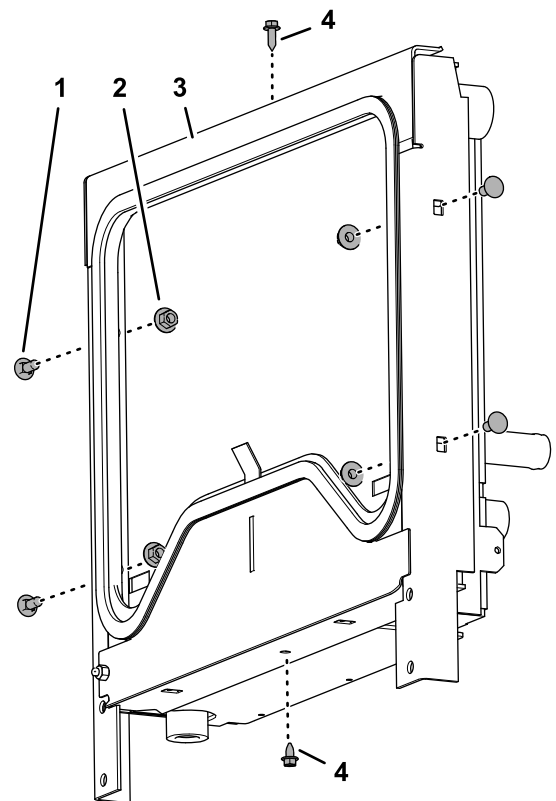

Bild 27
- Den Befestigungsrahmen mit den beiden Bundkopfschrauben ($\frac{1}{4}'' \times \frac{3}{4}''$) lose am Kühler/Ölkühler montieren (Bild 27).
- Montieren Sie den Befestigungsrahmen mit den vier Schlossschrauben ($\frac{5}{16}'' \times \frac{3}{4}''$) und den vier gezahnten Bundmutter ($\frac{5}{16}''$) am Kühler/Ölkühler (Bild 27).